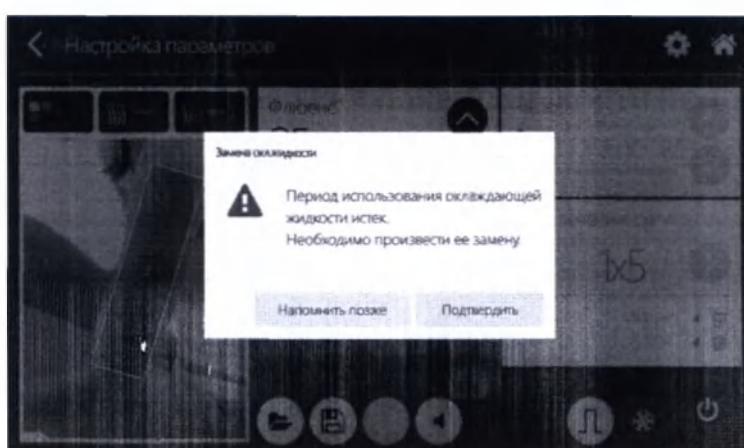
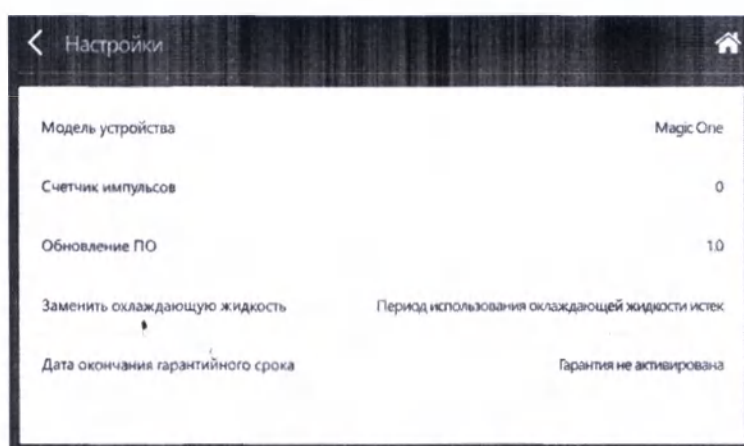

Рис.16.1 – Информационное сообщение об истечении периода использования охлаждающей жидкости
Рис.16.2 – Настройка замены охлаждающей жидкости
16.6. Для того чтобы заменить охлаждающую жидкость в Приборе Вам необходимо убедиться в том, что подошел срок замены жидкости (вывод соответствующего предупреждения на экране как показано на рис.16.1). После этого нажмите кнопку «ПОДТВЕРДИТЬ» на экране Прибора. Данную операцию вы можете осуществить через меню настроек как показано на рис.16.2 нажав на надпись «Заменить охлаждающую жидкость».